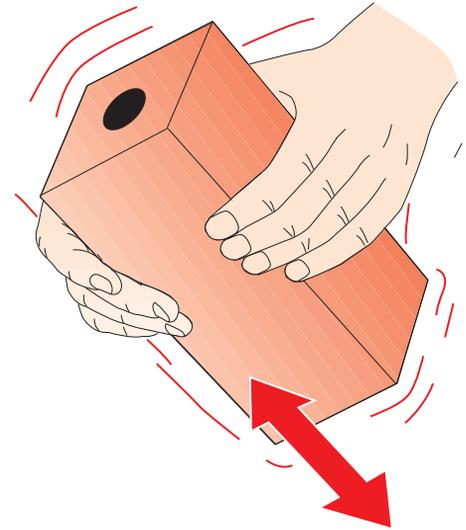

Fig. 11
- Schütteln Sie das Pack mindestens zehn Mal (Abb. 11).